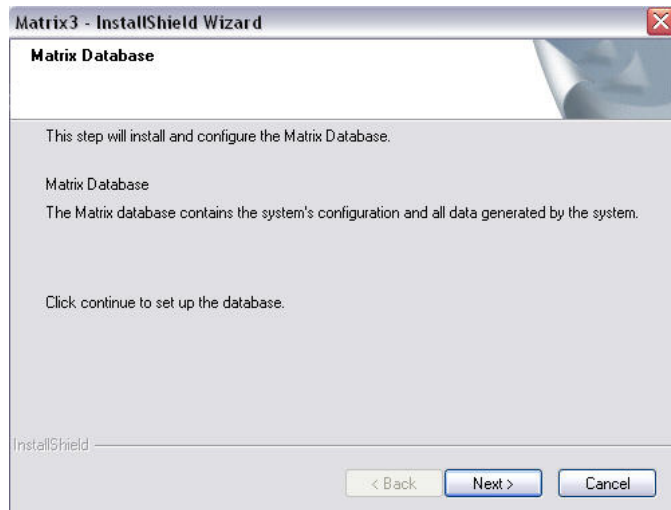

图 19
12. 显示 图 19 中所示的 Matrix 数据库安装屏幕时，选择“下一步”开始数据库的安装。